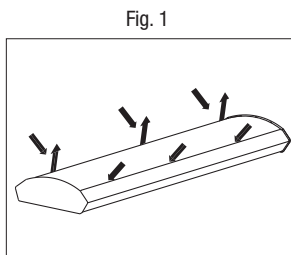

Fig. 1
- Retirez le contenu de son emballage et enlevez la lentille du luminaire en tirant les bords de la lentille vers le haut, près de l'embout (Fig. 1).